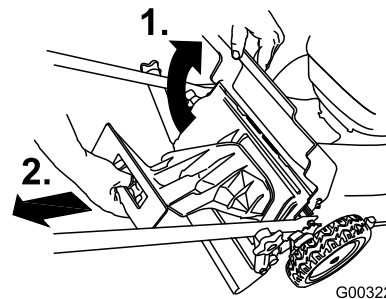

Figura 24
1. Levante y sujete la puerta trasera (Figura 24).
2. Retire el tapón de descarga trasera (Figura 24).